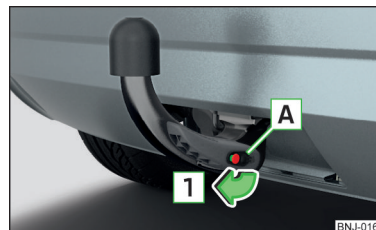

Abb. 250
- Die Kappe **A** vom Schloss in Pfeilrichtung **1** » Abb. 250 abnehmen.